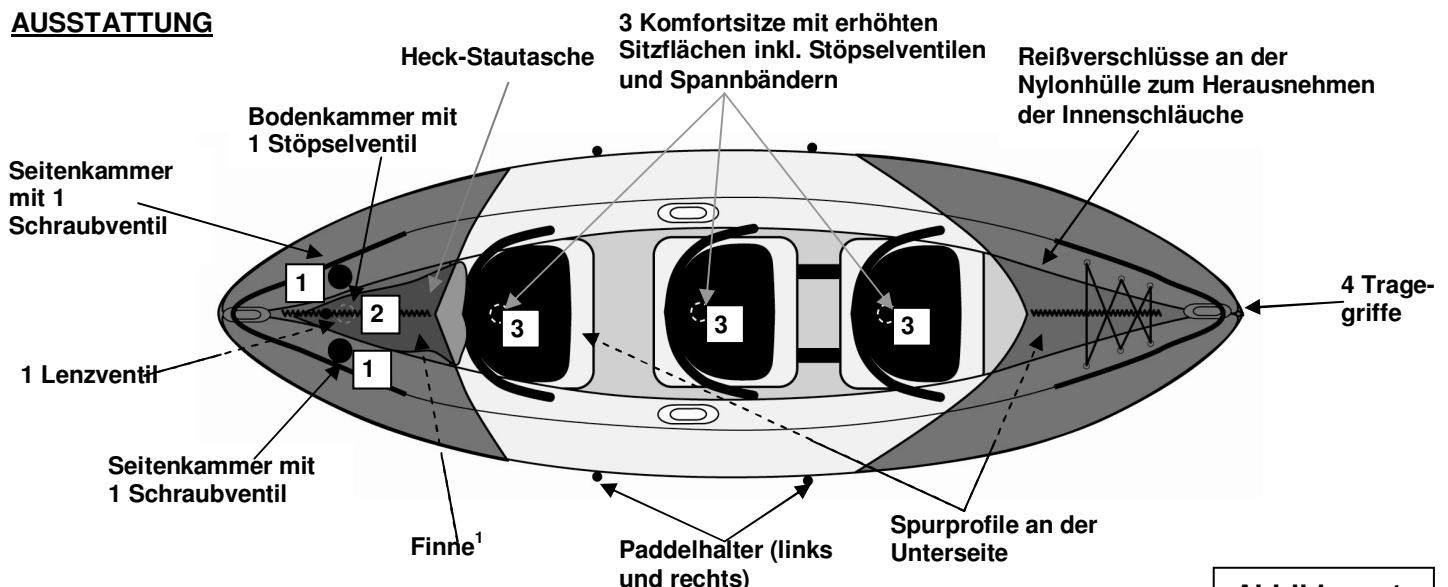

Abbildung 1
3. Blasen Sie das Kajak in der Reihenfolge auf, wie auf dem Typenschild aufgedruckt (siehe auch Abbildung 1 – Nummerierung der Ventile).